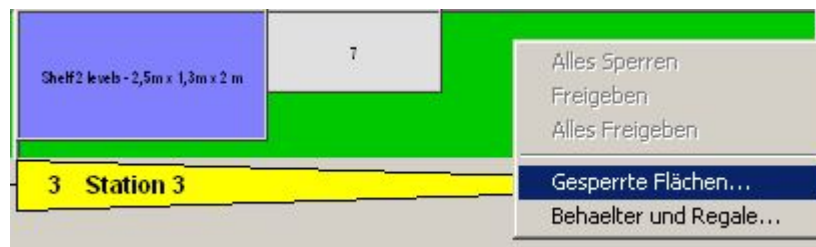

Abbildung 297: Kontextmenü belegte Flächen
- Mit Hilfe des Menüeintrags *Gesperrte Flächen...* können einzelne Bereiche einer Materialbereitstellungsfläche gesperrt werden. Siehe auch: Abbildung 297.